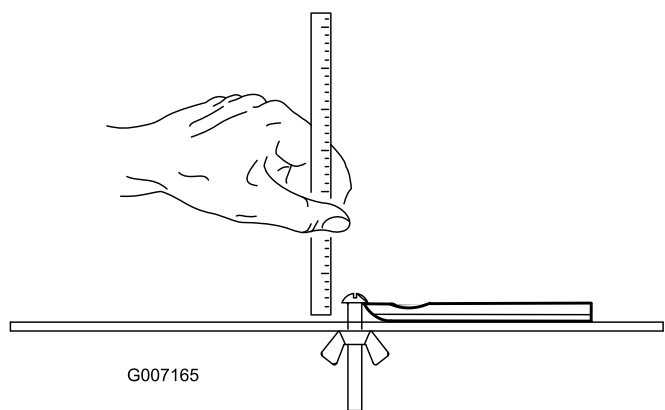

図 24
**注** どのベッドナイフの場合も、使用限界の測定基準はベッドナイフの底面です (図 24)。